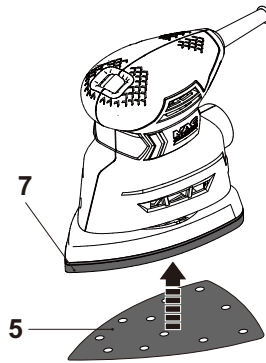

Fig. 1
- > Alinee el diseño de orificios del nuevo papel de lijado (5) con los de la placa base (7) para asegurar una extracción del polvo eficiente si está disponible.
- > Con el sistema de cierre de cardillo, el papel de lijado se coloca presionándolo sobre la placa base (Fig. 1).